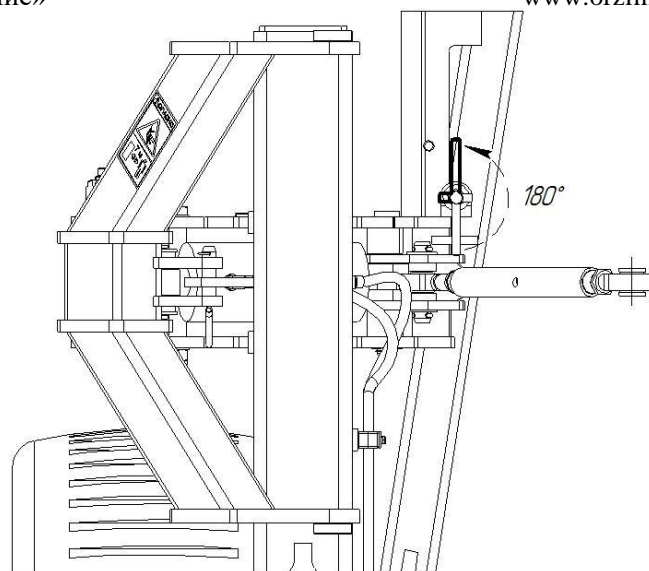

Рисунок 4 –
- проверить фиксацию крыльев защелками (рисунок 4). При необходимости зафиксировать вручную.